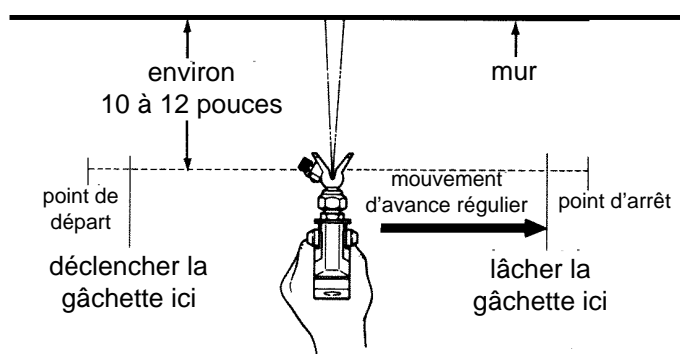
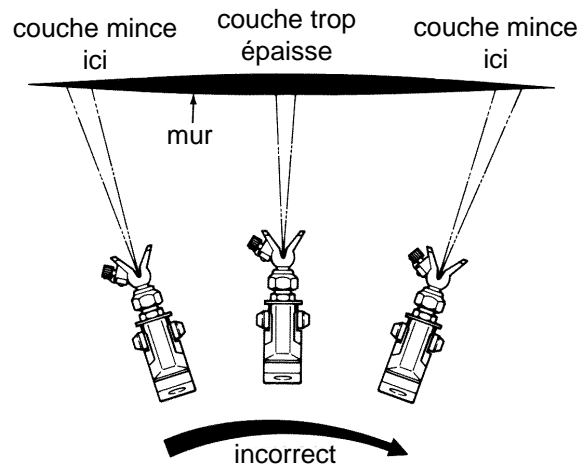

Fig. 15 - Procédé correct
Fig. 16 - Résultat si on fléchit le poignet en travaillant
3. Orienter le pistolet en position perpendiculairement à la surface, la buse étant à une distance d'environ 6 à 8 pouces. Si la position du pistolet est oblique (du haut en bas ou de gauche à droite) la peinture s'accumule d'une façon inégale et produit des barbouillages voir Fig. 16) Avec le pistolet en position perpendiculaire à la surface on économise de la peinture et on réduit le brouillard.
4. Avancer le pistolet d'un mouvement régulier. Il faut le garder en position perpendiculaire à la surface (voir Fig. 15), sans fléchir votre poignet. Si on se sert du pistolet comme s'il était un éventail on produit trop de brouillard et la couche déposée sur la surface sera inégale (voir Fig. 16). Si vous trouvez que la vitesse du procédé n'est pas de votre gré, vous pouvez choisir une buse ou un pointeau d'une autre grandeur selon les indications en page 8.